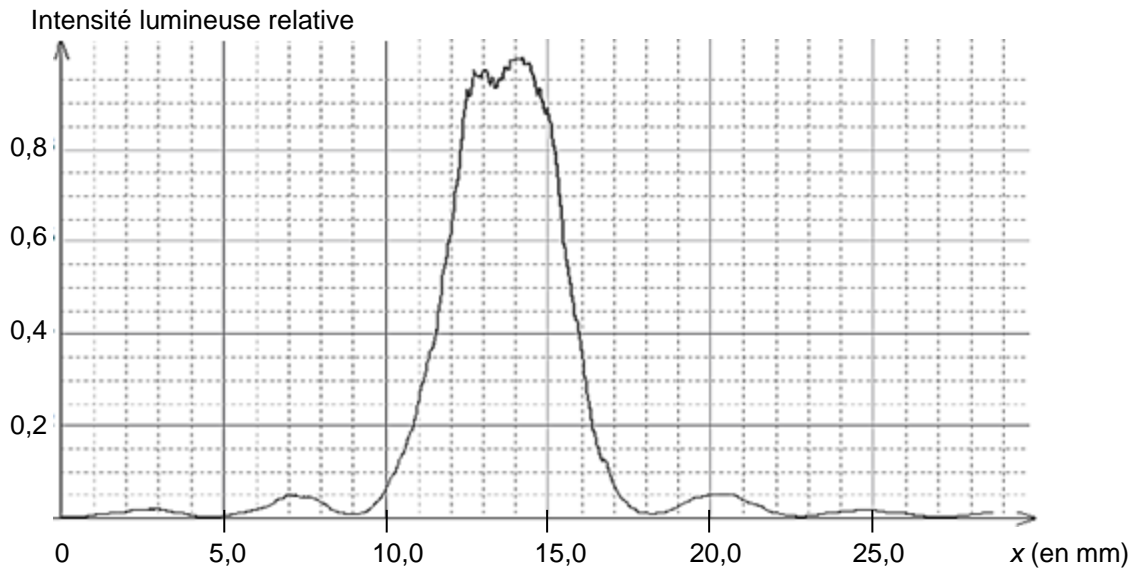

Figure 3. Intensité lumineuse relative en fonction de la position sur l'écran
Pour faire une mesure précise, on remplace l'écran par une caméra qui permet d'obtenir l'intensité lumineuse relative\* en fonction de la position  $x$ , repérée selon l'axe indiqué sur la photo de la figure 2. L'origine  $x = 0$  m est prise sur le bord du capteur de la caméra. On obtient alors la figure 3.
**1.3.** Déterminer la valeur de la longueur d'onde de la diode laser utilisée en exploitant la courbe obtenue sur la figure 3. La comparer à la valeur indiquée par le constructeur.